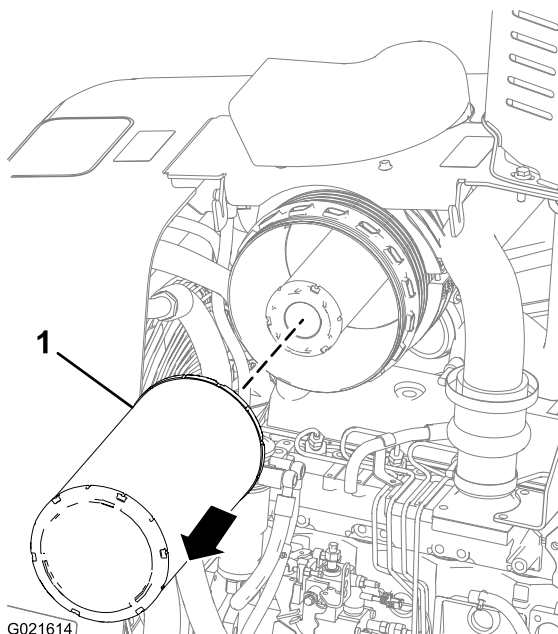

Рисунок 48
2. Вытяните элемент воздухоочистителя грубой очистки наружу и извлеките его из корпуса воздухоочистителя (Рисунок 48).
6. Вставьте новый элемент воздухоочистителя грубой очистки в корпус воздухоочистителя (Рисунок 48).